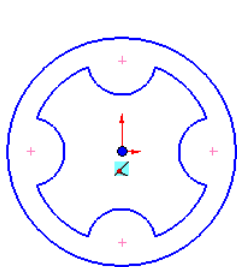

图 2.11.7 插入块
Step2. 插入块。选择下拉菜单 **工具(T)** → **块** → **插入(I)...** 命令，系统弹出“插入块”对话框；单击 **浏览(B)...** 按钮，在系统弹出的“打开”对话框中选择 D:\sw15\work\ch02.11\Block.SLDBLK，然后单击 **打开(O)** 按钮，在图形区原点处单击以放置块；单击对话框中的 **✓** 按钮，完成插入块，结果如图 2.11.7 所示。